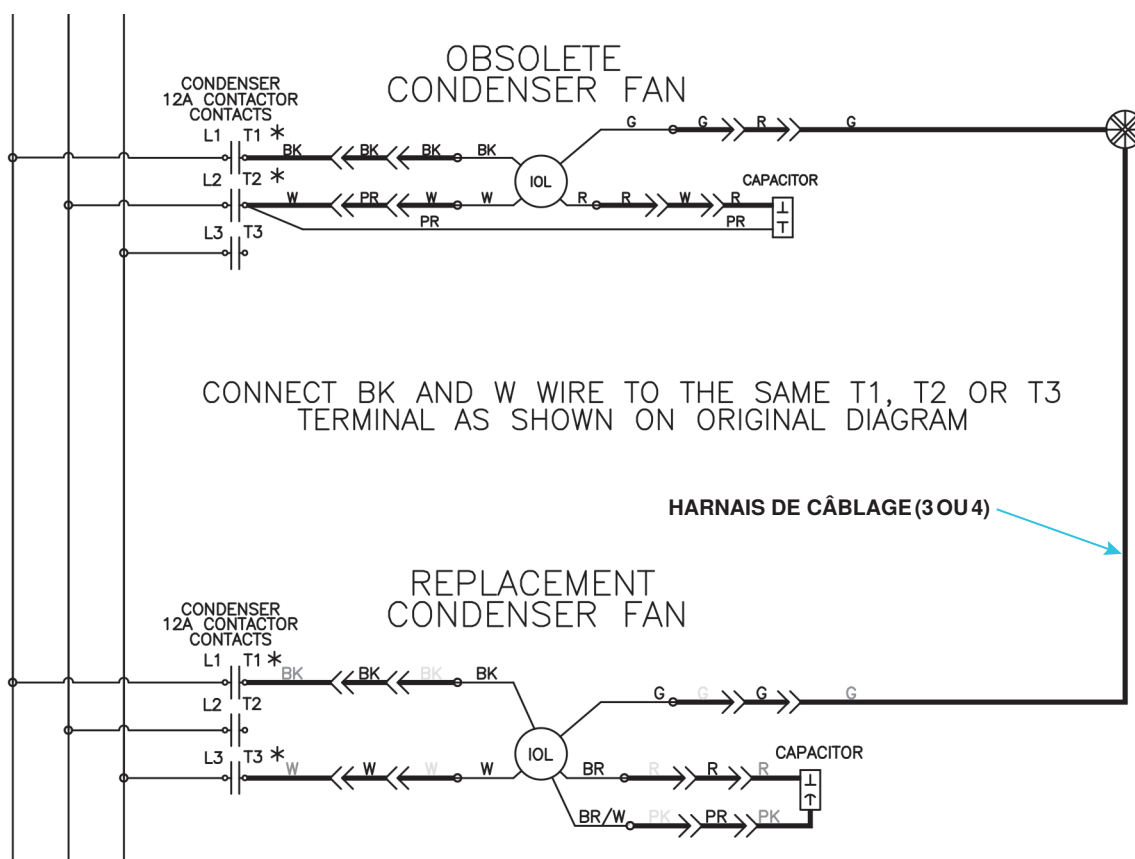

Figure 16. Schéma de câblage du ventilateur de condenseur de remplacement
- b. Connectez les fils du harnais de câblage (3 ou 4) aux contacts du contacteur du condensateur. Assurez-vous que les connexions de câblage sont conformes à la **Figure 16**.